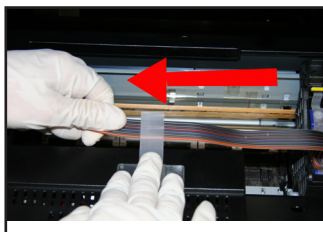
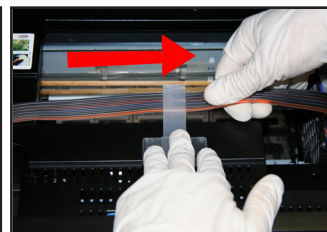

рис. 13
рис. 14
9. Если длины шлейфа не достаточно переместите его в нужную сторону (рис. 13, рис. 14).